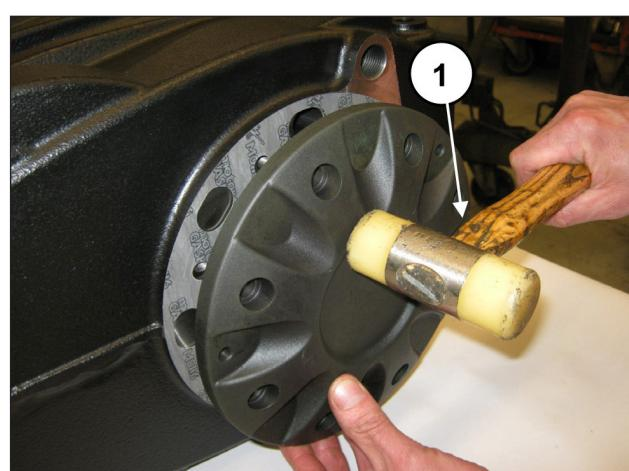

Fig. 61
Monter le cache roulement (et son joint) à l'aide d'un maillet à embouts plastiques (rep. ①, Fig. 61)